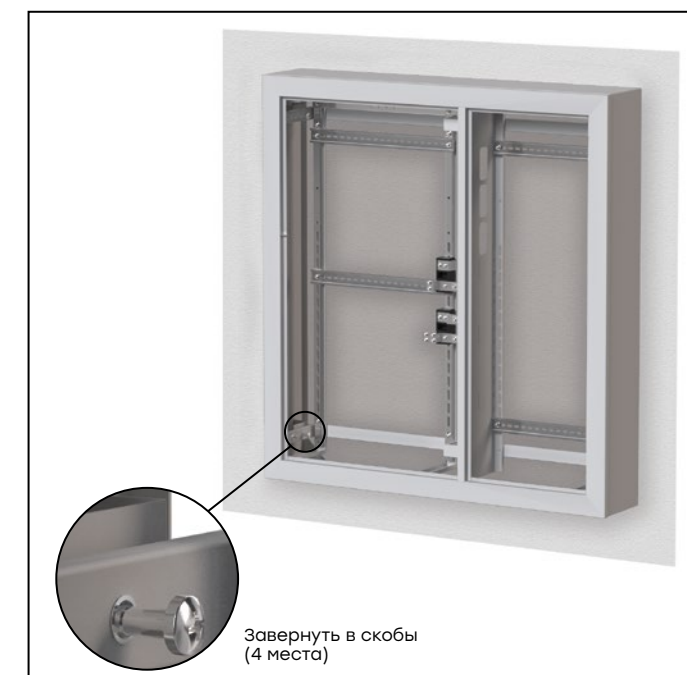

Рис. 9
3.2 Вставьте корпус в Кожух щита этажного и закрутите болты М8х50, установленные в корпусе щита, в отверстия П-скоб Кожуха щита этажного (Рис. 9).